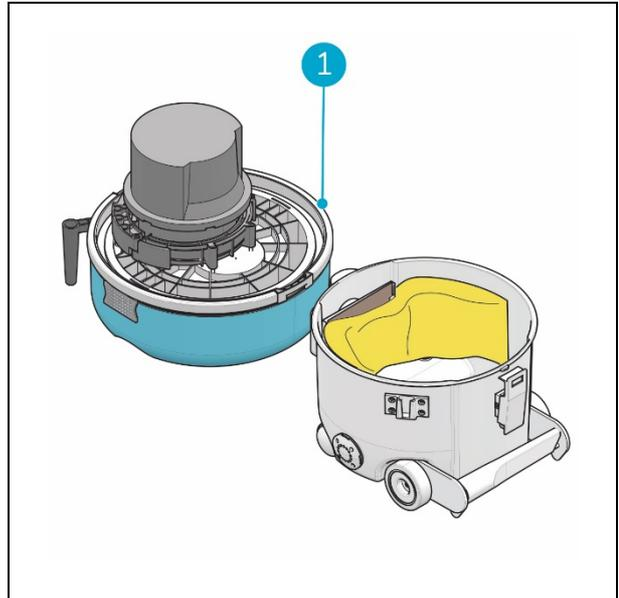

Abbildung 11
5. Heben Sie den Deckel an und legen Sie ihn mit der Oberseite auf eine ebene Fläche (Abb. 11, Pos. 1).